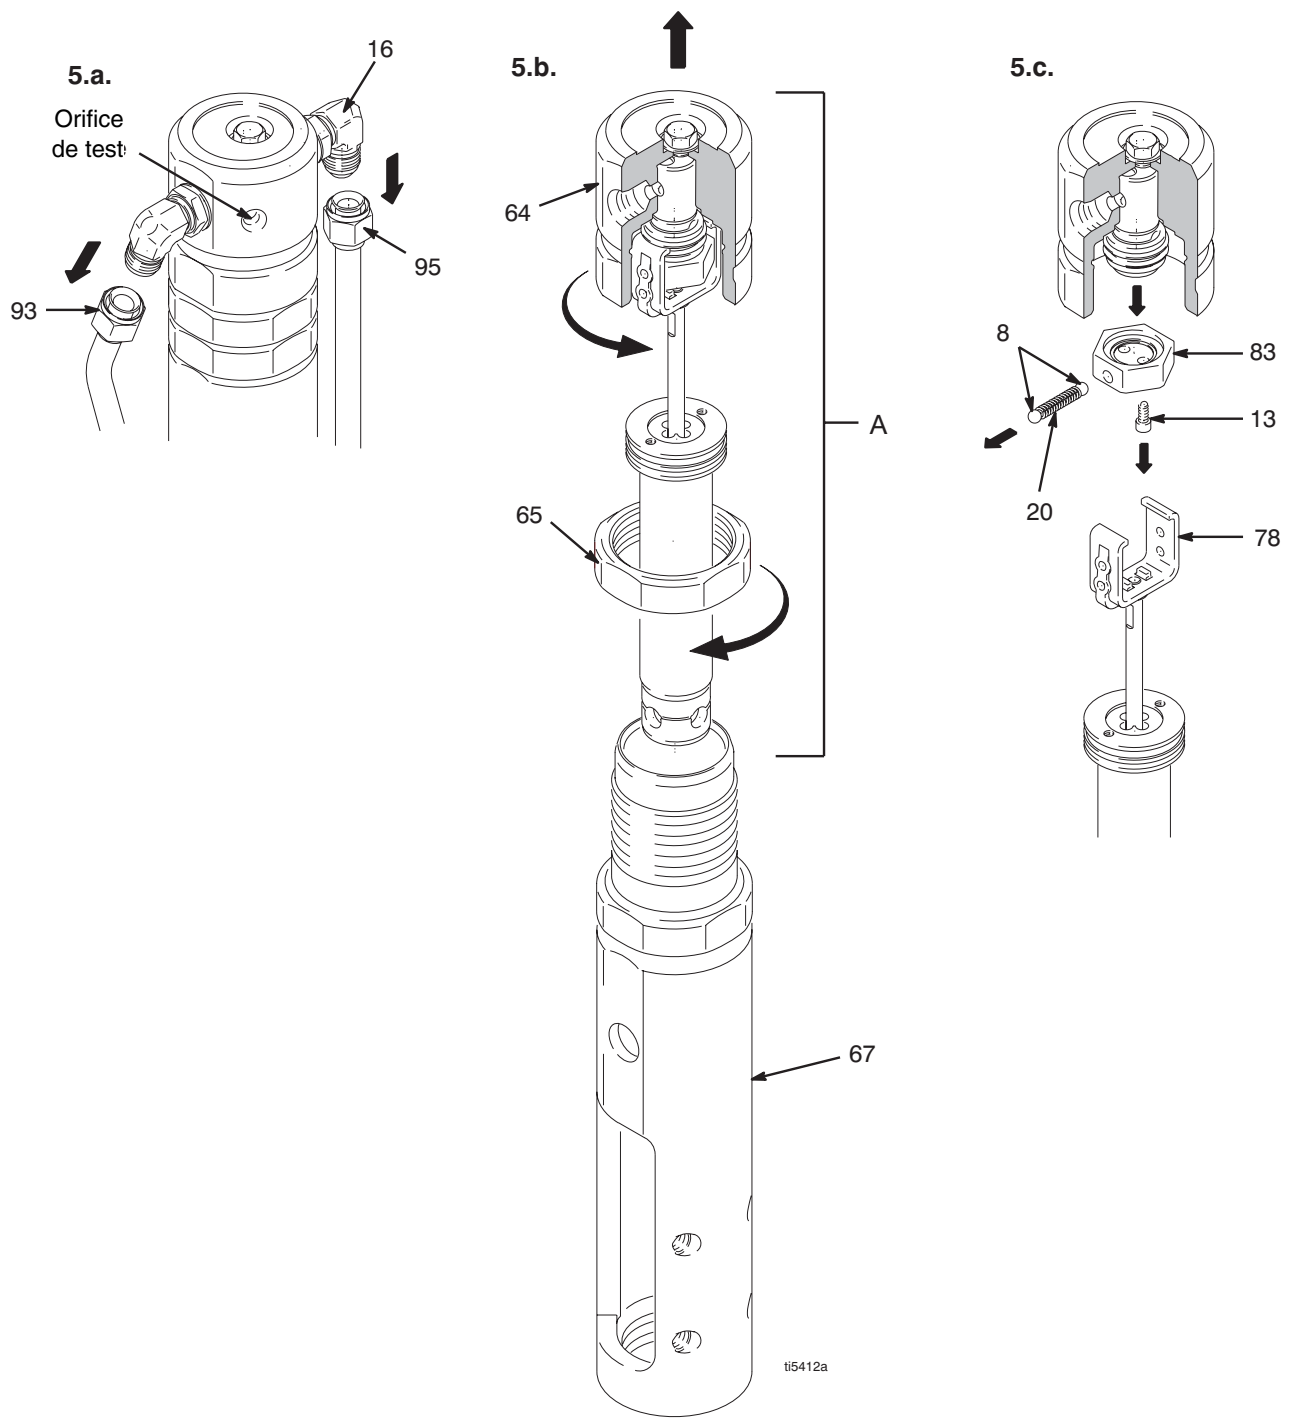

FIG. 5
2. Démontez la broche (92) et le clip (120) de la pompe, page 15.
3. Fig. 5. Déconnecter les tuyauteries hydrauliques (93, 95) des raccords (16) en haut à gauche et à droite du moteur hydraulique.
4. Desserrer l'écrou (65).
5. Dévisser et démonter le chapeau du moteur hydraulique (64).
6. Faire coulisser l'ensemble tige de piston/chapeau du moteur (A) hors du cylindre du moteur hydraulique.
7. Démontez la chape (78).
- a. Fig. 5. Serrer le chapeau du moteur dans un étau avec la tige de piston orientée vers le haut.
- b. A l'aide d'une clé Allen courte démonter les deux vis (13) du siège de ressort (83). Sortir la chape, le siège de ressort, l'ensemble tige de piston et de commande du chapeau du moteur hydraulique.
1. Fig. 5. Placer le chapeau du moteur hydraulique (64) dans un étau.
2. Monter la chape, le siège de ressort, l'ensemble tige de piston et de commande sur le chapeau du moteur hydraulique. À l'aide d'une clé Allen courte, visser les deux vis (13) sur le siège de ressort pour fixer la tige de piston sur le chapeau du moteur hydraulique.
3. Faire coulisser la tige de piston (A) à l'intérieur du cylindre du moteur hydraulique (67).
4. Visser le chapeau du moteur hydraulique (64). Dévisser le chapeau jusqu'à ce que l'entrée et la sortie soient en face des raccords de la tuyauterie hydraulique et que l'orifice de test du chapeau soit tourné vers le carter de courroie (117).
5. Serrer l'écrou (65) sur le chapeau du moteur hydraulique (64) à 150 ft-lb (17 N·m).
6. Fig. 5. Brancher les tuyauteries hydrauliques (93, 95) sur les raccords (16) en haut à gauche et à droite du moteur; serrer à 40 ft-lb (54,2 N·m).
7. Tirer lentement sur le cordon de démarrage pour aligner les orifices de la broche du moteur hydraulique et du bas de pompe (111). Brancher sur la broche (92); mettre le circlip (120), page 15.